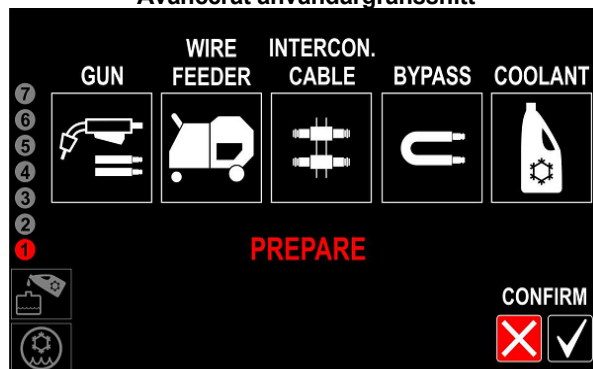
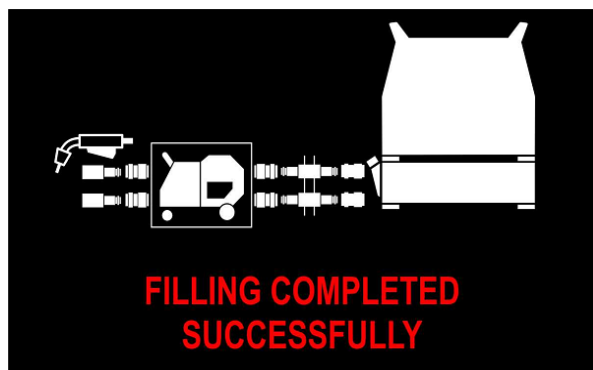

Bild 14
Bild 21
- När **COOL ARC® 60** ansluts för första gången, startar svetskällan automatiskt påfyllningen (bild 14 eller 22). Ta bort locket på behållaren för att undvika att det bildas ett partiellt vakuum.
- Om påfyllningsprocessen lyckats (bild 21 eller 29), försätts kylaren i läget AUTO.
Börja med att följa bild 30 och 31 och upprepa därefter stegen i bild 14 eller 22 till bild 21 eller 29.